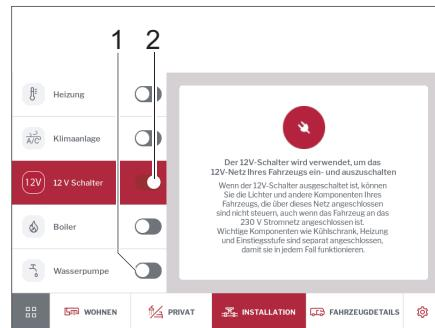

Fig. 288 12 V y bomba de agua
- Con el interruptor deslizante (Fig. 288,2) encender o apagar la red de 12V del vehículo.
- Encender o apagar la bomba de agua con el interruptor deslizante (Fig. 288,1).